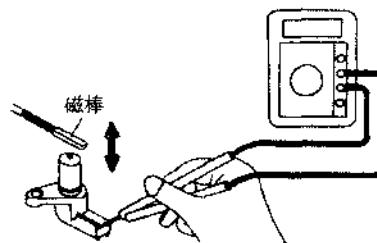

图6.4 车速传感器功能检测
① 用千斤顶将汽车一侧的驱动轮顶起，把选挡杆置于空挡位，用手转动悬空的驱动轮，同时用万用表测量车速传感器两接线柱之间有无脉冲感应电压。测量时，应将万用表选择开关转至IV以下的直流电压挡，若测量时万用表指针有摆动，则说明传感器有输出脉冲，其工作正常，否则，应更换传感器。
② 也可以将车速传感器拆下，用一块磁铁靠近车速传感器的前端，然后迅速移开，同时检查传感器端子之间的电压，如图6.4所示，若有脉冲感应电压，则说明传感器良好，若无感应电压或感应电压很微弱，则说明传感器有故障，应更换。